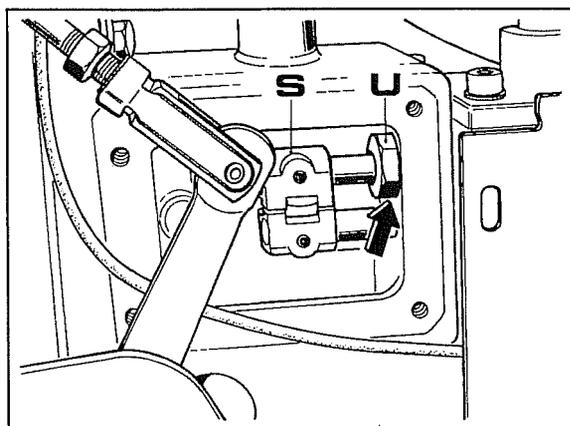
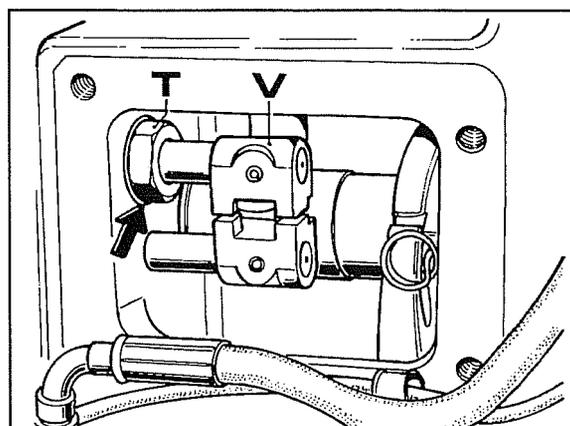

Fig. 3
Fig. 4
3. Vérifier si la fuite d'huile se produit sur la tige de commande du réducteur indiquée par la flèche fig. 3 ou bien sur la tige de commande de la boîte de vitesses indiquée par la flèche dans la fig. 4.
4. Enlever le manchon S et dévisser la bague U fig. 3 ou bien le manchon V et la bague T fig. 4 selon la tige qui est concernée par la fuite.